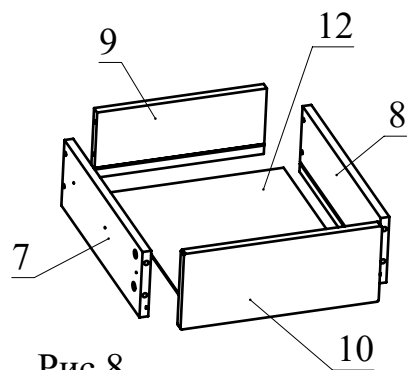

Рис.8
7. Соберите ящик. Для этого соедините детали 6 и 7 с деталью 8 при помощи конфирматов. Вставьте дно ящика 10 из ДВП в пазы деталей 6, 7, 8. Соедините фасад ящика с полученной конструкцией и затяните головки минификсов (Рис. 8).